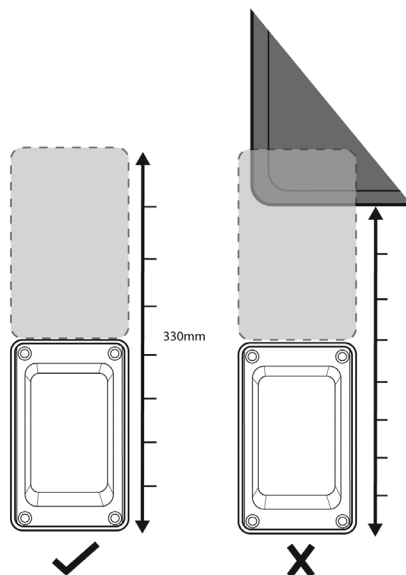

Fig. 3
- (Fig. 3) Asegúrese de disponer de suficiente espacio libre en la pared para su instalación, incluyendo suficiente distancia para la instalación y apertura de la tapa Whale Easi-Slide.